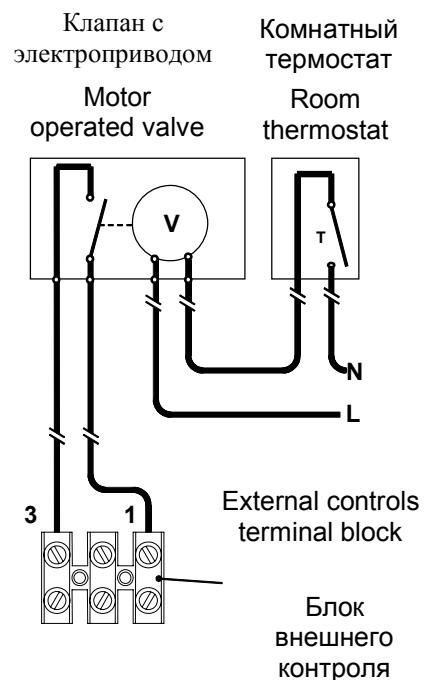

Fig. 5.16
- 8 The motor operated valve must be connected to the terminal block situated next to the control panel (Fig. 5.16).
- 9 Connect the motor operated valve between room thermostat terminals 1 and 3 as shown in Fig. 5.16
- 8 Клапан с сервоприводом должен быть подключен к клеммной коробке, расположенной рядом с панелью управления (рис. 5.16)
- 9 Подключите клапан с сервоприводом между комнатными термостатами 1 и 3, как показано на рис. 5.16.